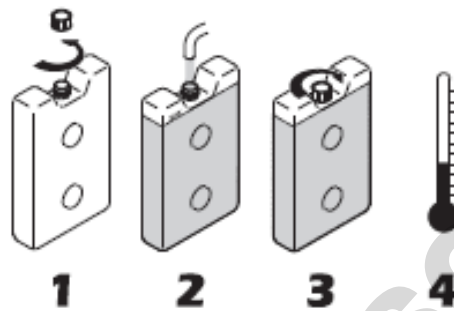

Abbildung 1 - vorbereitung von wasserpacks
- Füllen Sie die Wasserpacks mit kaltem, sauberem Wasser gemäß Abbildung 1. Die Wasserpacks müssen in aufrechter Position befüllt werden. Der Füllstand darf nicht über die Füllstandsanzeige hinausgehen. Der verbleibende Luftraum ermöglicht die Ausdehnung des eingefüllten Wassers während der Kristallisation, wenn sich die Flüssigkeit in einen festen Zustand verwandelt.